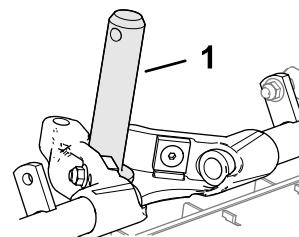

Bild 14
2. Schmieren Sie den Trägerrahmen mit sauberem Schmiermittel ein (Bild 14).